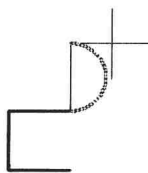

图 3-2-1
(1) 在状态栏中单击“正交”按钮，单击“常用”选项卡，在“绘图”面板中单击“多段线”按钮 ，或者选择菜单命令“绘图/多段线”。
(2) 启动多段线命令后，命令行提示“指定起点”，在视图中任意位置单击，创建起点。
(3) 命令行提示“当前线宽为0.0000，指定下一个点或 [圆弧 (A) / 半宽 (H) / 长度 (L) / 放弃 (U) / 宽度 (W)]”，输入下一点的相对直角坐标值“@-10, 0”，按 Enter 键，绘制一段水平直线，长度为 10。
(4) 命令行提示“指定下一点或 [圆弧 (A) / 闭合 (C) / 半宽 (H) / 长度 (L) / 放弃 (U) / 宽度 (W)]”，向上移动光标，输入直线长度 10，按 Enter 键，绘制一段垂直线，长度为 10。
(5) 命令行提示“指定下一点或 [圆弧 (A) / 闭合 (C) / 半宽 (H) / 长度 (L) / 放弃 (U) / 宽度 (W)]”，向右移动光标，输入直线长度 10，按 Enter 键，绘制一段水平线，长度为 10。
(6) 命令行提示“指定下一点或 [圆弧 (A) / 闭合 (C) / 半宽 (H) / 长度 (L) / 放弃 (U) / 宽度 (W)]”，输入“a”，按 Enter 键，即开始圆弧线段绘制，如图 3-2-1 所示。
(7) 命令行提示“指定圆弧的端点或 [角度 (A) / 圆心 (CE) / 闭合 (CL) / 方向 (D) / 半宽 (H) / 直线 (L) / 半径 (R) / 第二个点 (S) / 放弃 (U) / 宽度 (W)]”，输入“a”，按 Enter 键。